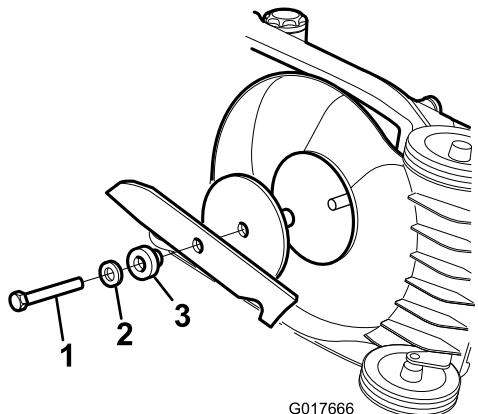

Figura 22
- Afferrate l'estremità della lama (Figura 22) con un cencio o un guanto bene imbottito.
Montate la lama affilata e bilanciata, ed il relativo bullone. Il montaggio è corretto se la costa della lama è rivolta verso l'alto della scocca del tosaerba. Serrate il bullone della lama a 54 Nm (Figura 22).